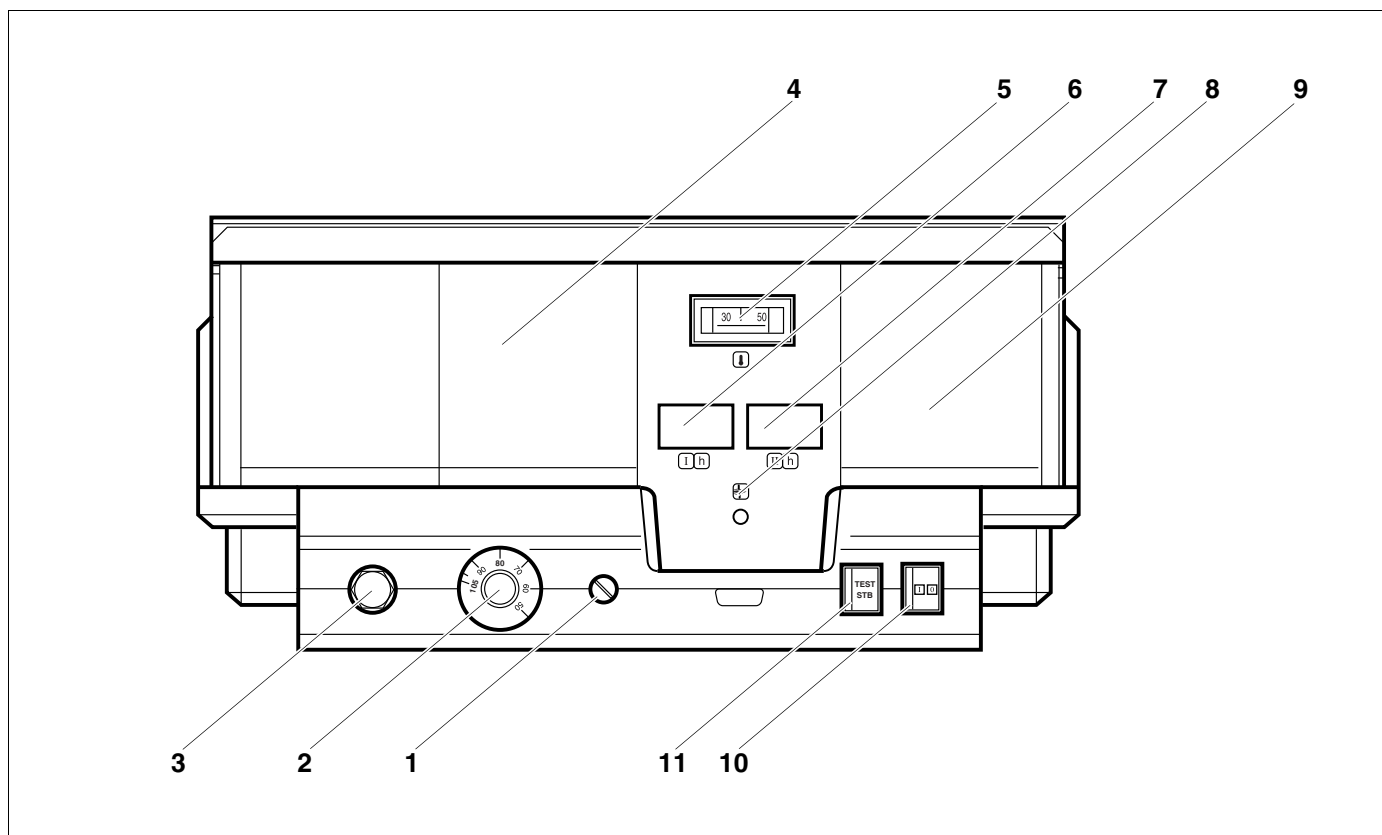
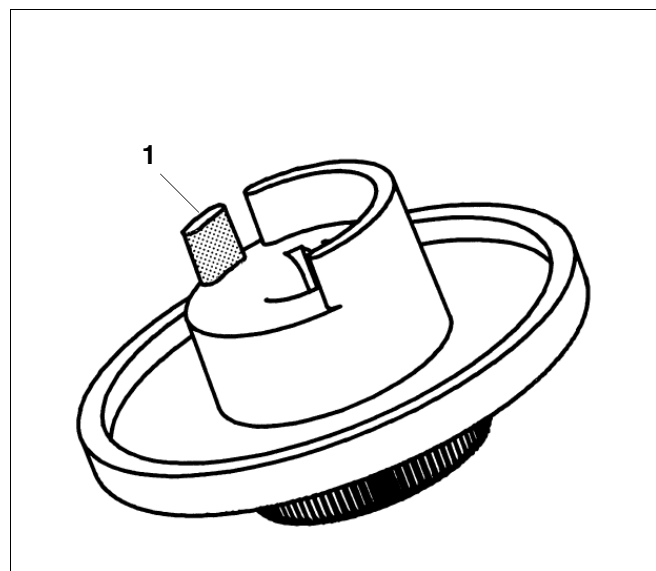

Рис. 1 Элементы управления Logamatic 4212
Рис. 5 Ручка настройки
### Экспликация к Рис. 1
Если котел имеет котловой модуль ZM 427 или внешнее регулирование, то регулятор температуры котловой воды (Рис. 1, поз. 2) должен быть настроен минимум на 80 °С.
Регулятор температуры котловой воды (Рис. 1, поз. 2) представляет собой двухполосный регулятор для эксплуатации с 2-ступенчатой горелкой.
Если светится индикатор неисправности горелки (Рис. 1, поз. 8), то для устранения неисправности нужно связаться с отопительной фирмой, обслуживающей Вашу установку.
Кнопка STB (Рис. 1, поз. 11) предназначена для проверки предохранительного ограничителя температуры (Рис. 1, поз. 3) специалистами отопительной фирмы.
- Нажать кнопку STB (Рис. 1, поз. 11) и удерживать нажатой до его срабатывания (Рис. 1, поз. 3).
- Для разблокировки предохранительного ограничителя температуры (Рис. 1, поз. 3) нужно открутить колпачковую гайку и нажать находящуюся под ней кнопку подавления помех.
- Вынуть ручку настройки (Рис. 5) регулятора температуры котловой воды (Рис. 1, **поз. 2**).
- Отломить стопор (Рис. 5, **поз. 1**).
- Вставить на место ручку настройки регулятора (Рис. 1, **поз. 2**).